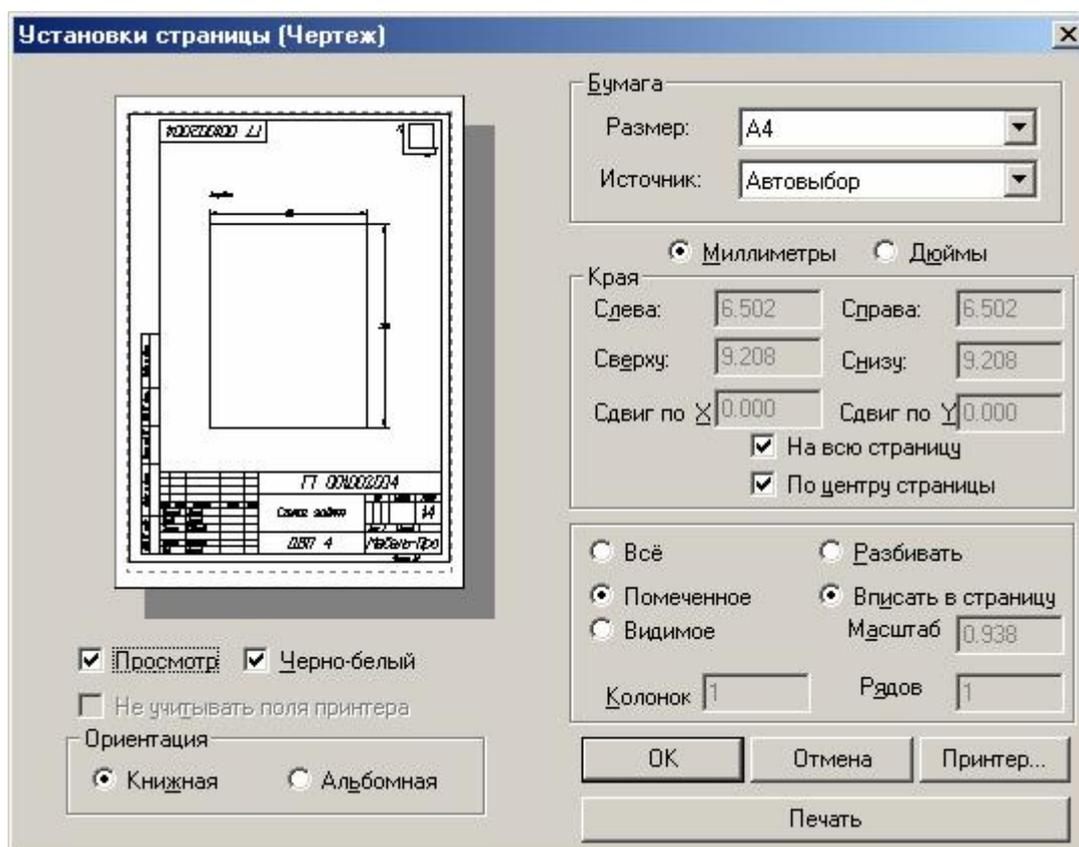

Рис. 106 Диалоговое окно **Установки страницы**
- Выбрать в главном меню пункт **Файл**, а затем в подменю – пункт **Параметры страницы**. На экране отобразится диалоговое окно **Установки страницы**, в котором следует установить параметры, как показано на рис. 106.